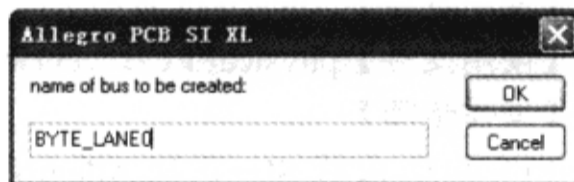

图 3-7-3 “Allegro PCB SI XL” 对话框
(3) 在 “Identify Buses” 对话框的 “Buses” 区域单击 “Add Bus” 按钮，弹出 “Allegro PCB SI XL” 对话框 → 输入要创建的总线的名称，如图 3-7-3 所示。